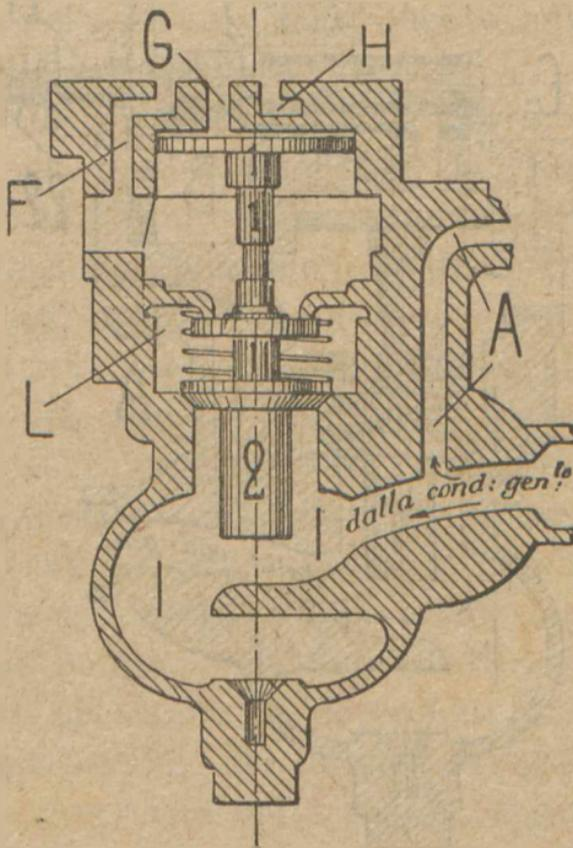
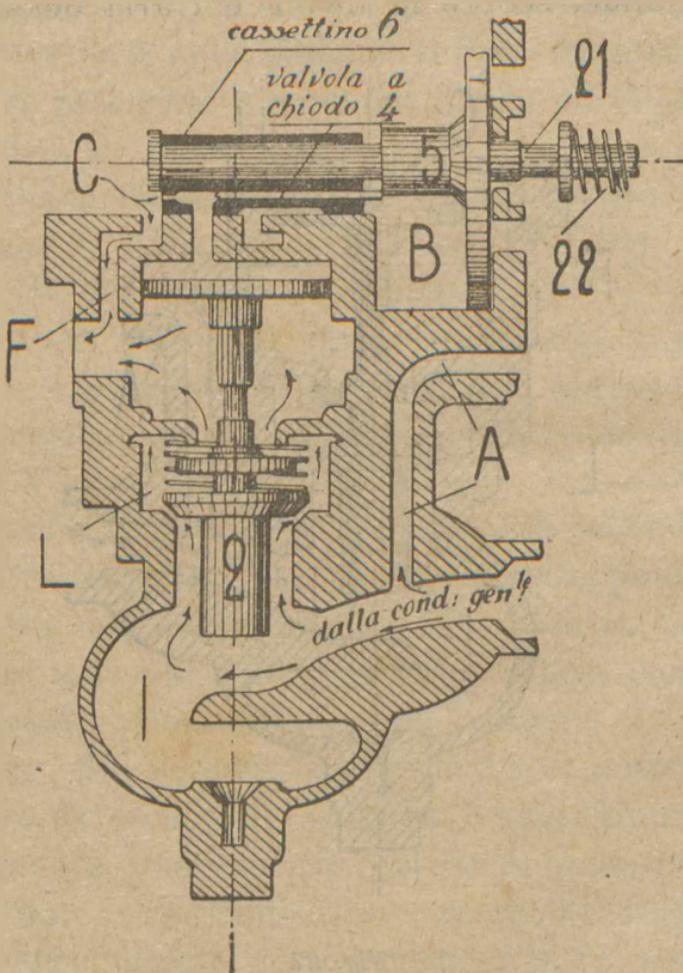

Fig. 27
Fig. 28
40. Passiamo ora a vedere che cosa avviene quando il macchinista, portando energicamente e rapidamente il rubinetto in V posizione, provoca una frenatura *rapida*. Entra allora in azione la seconda parte della valvola tripla, quella appunto detta dell'azione rapida. Durante la carica normale della condotta, l'aria compressa, penetrando nella camera I, I, (*Fig. 27*) solleva la valvola 2 e va a riempire la camera L. Quando il macchinista provoca una scarica repentina nella condotta, lo stantuffo 5 si sposta di colpo energicamente verso destra (*Fig. 28*) urta contro il pezzo 21 comprimendo la molla 22 e trascinando con sè il cassetto 6.
dell'altro foro che trovasi alla sua destra. L'aria del serbatoio allora pigia sul disco 1 e lo abbassa, abbassando con esso anche la valvola 1 che è rigidamente collegata con lui. (Vedi anche *Fig. 27*).